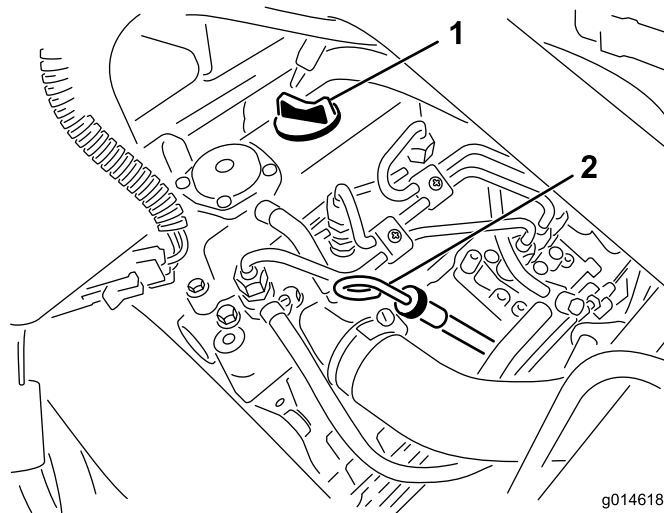

Figura 27
2. Togliete l'asta di livello ed asciugatela con un panno pulito (Figura 27). Inserite l'asta di livello nel tubo, assicurandovi che sia inserita fino in fondo. Estraiete l'asta di livello dal tubo e controllate il livello dell'olio. Se il livello dell'olio è basso, togliete il tappo di riempimento dal coperchio della valvola e versate **lentamente** una quantità di olio sufficiente ad alzarne il livello fino al segno di pieno (Full) sull'asta. Rabboccate lentamente l'olio e controllate spesso il livello durante questa operazione. **Non riempite troppo.**